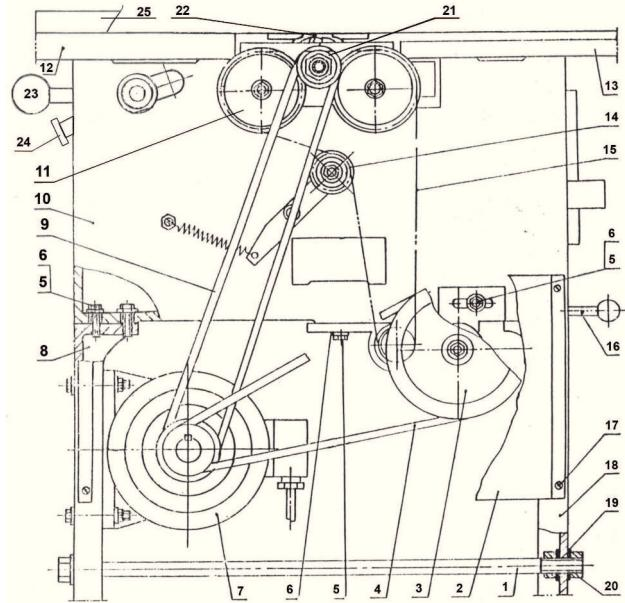
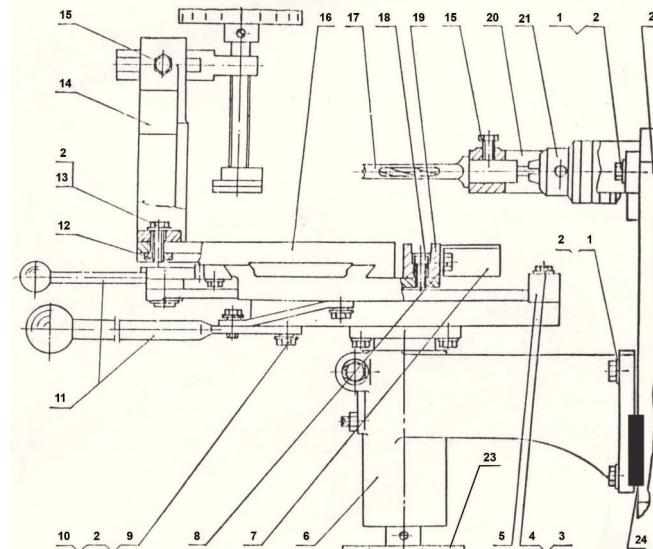

рис. 1
рис. 2
4.1 Общий вид стола основного представлен на рис. 1
4.2 Общий вид стола сверления и пазования представлен на рис. 2
4.5 Для удобства сборки станка, поставка с завода производится узлами собранными из отдельных деталей. Станок монтируется на основании 8 и 15 (рис. 1) представляющего собой переднюю и заднюю опоры состыкованные между собой стяжкой 1 (рис. 1). На основание устанавливается корпус станка на котором установлен ножевой вал 22 (рис. 1), на ножевом валу установлены ножи, которые крепятся прижимной планкой с помощью болтов. На ножевом валу 22 (рис. 1) установлен шкив 21 (рис. 1), который через ремень 9 получает вращение от двигателя 7 (рис. 1), который установлен внутри основания 8, 18 (рис. 1). Натяжение ремней 9 и 4 (рис. 1) осуществляется ослаблением болтов и перемещением двигателя 7 (рис. 1) внутри основания и затяжкой болтов по окончании. С левой стороны корпуса установлен стол регулируемый 12 (рис. 1) и стационарный 13 (рис. 1) для строгания.
8.1 Следите за состоянием ножей и их положением на ножевом валу. Ножи должны быть заточены равномерно по всей длине режущей кромки и закреплены на головке так, чтобы кромка ножей при вращении не выступала над поверхностью стола 13 (рис. 1) более чем на 1,5 мм.
8.3 Следите за состоянием ремней 4 (рис. 1) и 9 (рис. 1). При выявлении износа ремня ослабьте четыре винта, крепящих двигатель к корпусу станка, переместите двигатель так, чтобы ремень мог быть снят со шкивов, установите новый ремень и установите винты крепления двигателя.
Автоматическая подача заготовки включается рычагом 16 (рис. 1).
4.6 Для установки глубины строгания ослабьте рукоятку фиксации регулируемого стола 23 (рис. 1), рукояткой 24 (рис. 1) установите требуемую высоту регулируемого стола затем зафиксируйте стол рукояткой 23 (рис. 1). Ножевой вал сверху закрыт щитками, которые открывают ножевой вал на ширину обработки при подаче обрабатываемого материала.
Станок имеет функцию «Автоматическая подача заготовки», при рейсмусовании которая включается рычагом 16 (рис. 1) и происходит за счёт вращения роликов подачи заготовки 11 (рис. 1) через цепную передачу. Слева на корпус станка навешивается долбежное устройство 17 (рис. 2), кронштейн стола для сверления 6 (рис. 2), на который крепится в сборе трёхосевой стол 18 (рис. 2), зажим для заготовки 14 (рис. 2). Колесо 23 (рис. 2) предназначено для регулировки высоты стола при осуществлении пазования, сверления и т.д., а рычагами 11 (рис. 2) осуществляется перемещение стола по горизонтальным осям.
7.1 Блок выключателя **24** (рис. 2) имеет три положения: